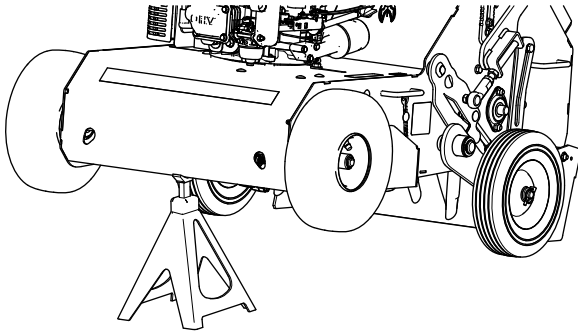

Figura 27
1. Si necesita trabajar debajo de la máquina, inclínela hacia atrás (Figura 27).